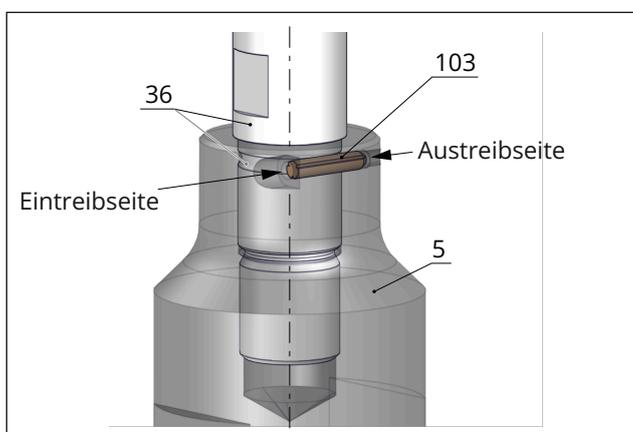

Bild 36: Sicherungsstift zwischen Kegel und Kegelstange bzw. Kolben und Kolbenstange (Prinzipdarstellung)
Kegel und Kegelstange bzw. Kolben und Kolbenstange sind miteinander verschraubt. Um ein ungewolltes Losdrehen des Kegels von der Kegelstange bzw. des Kolbens von der Kolbenstange zu vermeiden, wird die Verbindung der beiden Bauteile mit einem tangential eingesetzten Stift zusätzlich gesichert, vgl. Bild 36. Zum Wechseln des Kegels bzw. Kolbens wie folgt vorgehen:
1. Kegel (5) bzw. Kolben (5) fest in einen Schraubstock einspannen.
2. Den Sicherungsstift (103) mit einem geeigneten Werkzeug (Dorn) von der Austreibseite her aus dem Kegel bzw. Kolben ausschlagen, vgl. Bild 36.
3. Die Kegel- bzw. Kolbenstange (36) mit einem geeigneten Werkzeug vom Kegel bzw. Kolben (5) abschrauben.
5. Neuen Kegel bzw. Kolben (5) fest in einen Schraubstock mit Schutzbacken einspannen. Sicherstellen, dass der Kegel bzw. Kolben dabei nicht beschädigt wird.